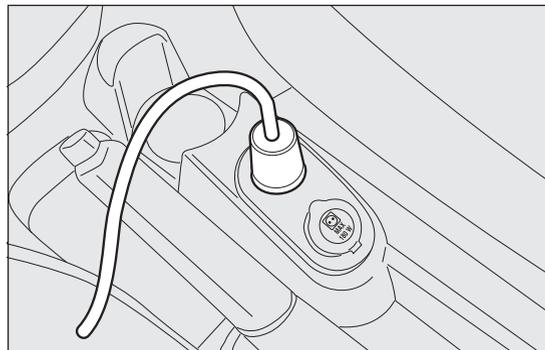
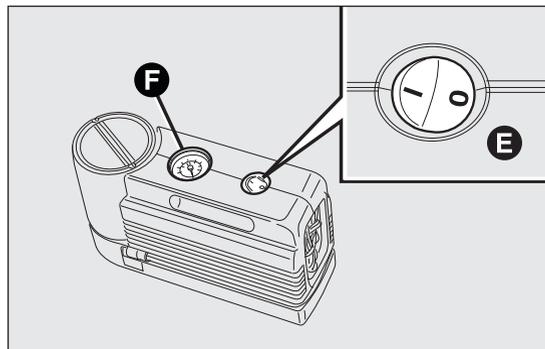

fig. 130
fig. 131
- ❑ asegurarse de que el interruptor E fig. 131 del compresor esté en posición 0 (apagado), poner en marcha el motor, conectar el enchufe D fig. 130 en la toma del encendedor y accionar el compresor colocando el interruptor E fig. 131 a la posición I (encendido). Inflar el neumático a la presión indicada en el apartado "Presiones de inflado en frío", en el capítulo "Datos técnicos". Para obtener una lectura
más precisa, se recomienda controlar el valor de la presión en el manómetro F fig. 131 con el compresor apagado;